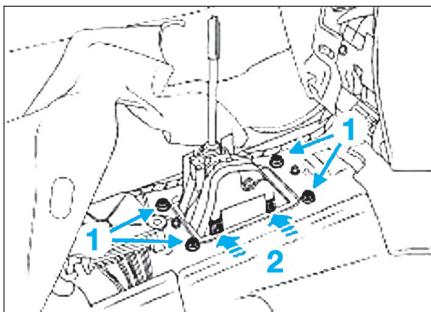

FIG. 12
- les vis de fixation (1) du boîtier de commande et enfoncez les quatre languettes (2) pour libérer le boîtier (Fig.12).